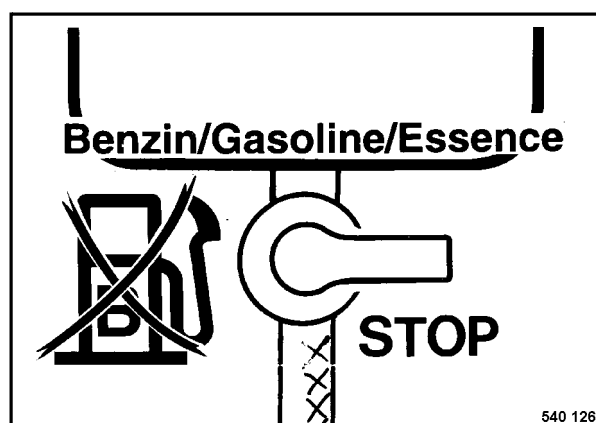

Fig. 3
- Colocar la llave de combustible (Fig. 3) en posición STOP (cerrado).